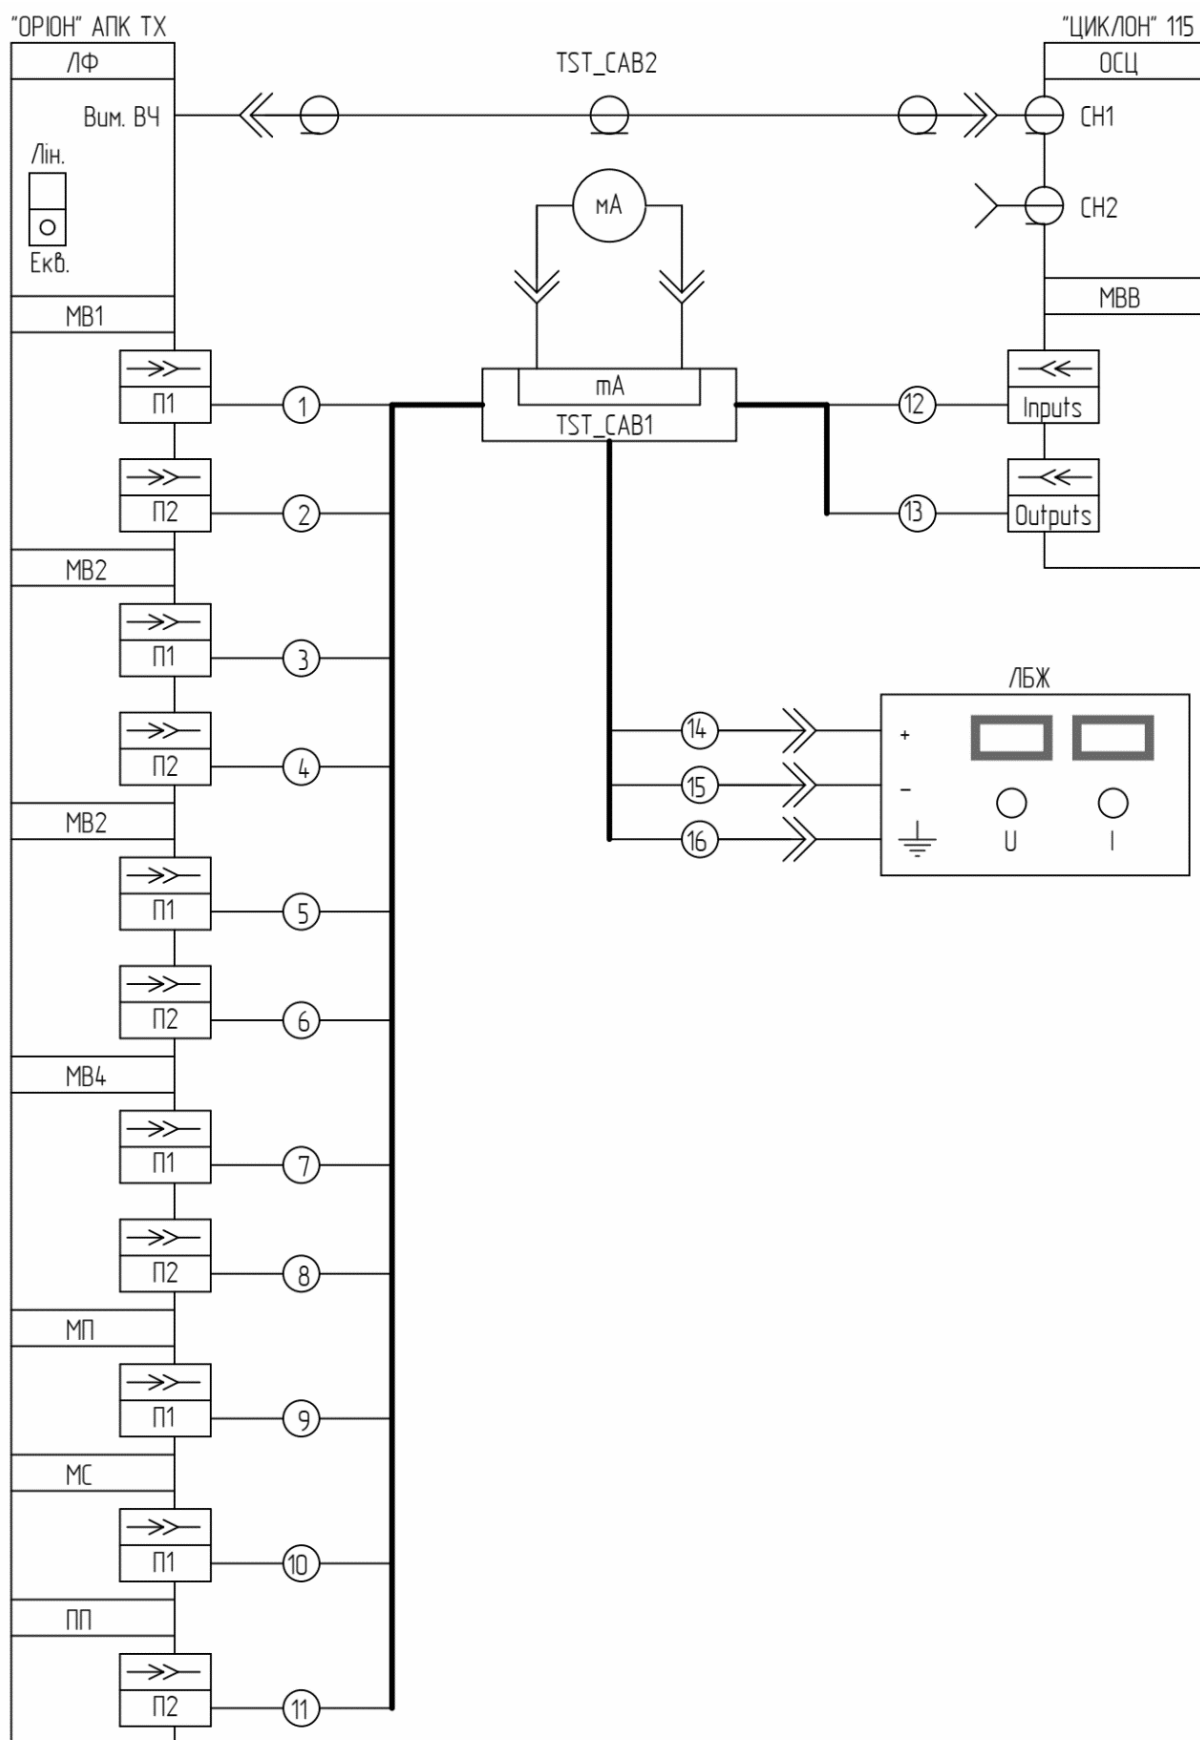

Рисунок 8.11.4 – Схема підключення
- 1) Підключити «ОРИОН» АПК ТХ до «ЦИКЛОН» 115 і ЛБЖ з допомогою тестових кабелів «TST_CAB1», «TST_CAB2» (див. рисунок 8.11.4);
- 1) Підключити «ОРІОН» АПК ТХ до «ЦИКЛОН» 115 і ЛБЖ з допомогою тестових кабелів «TST_CAB1», «TST_CAB2» (див. рисунок 8.11.4);